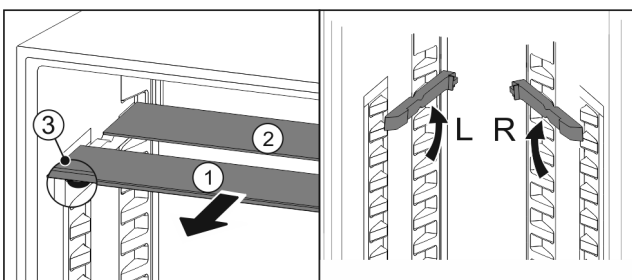

Fig. 176
- ▶ Glasplatten einzeln nach vorne herausziehen Fig. 176 (1).
- ▶ Glasplatte Fig. 176 (1) mit Zierleiste liegt vorne.
- ▶ Stopps Fig. 176 (3) zeigen nach unten.